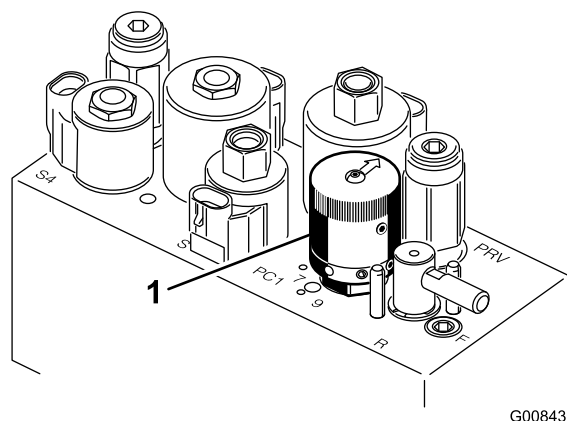

Рисунок 29
4. Для настройки частоты вращения барабана поворачивайте головку (Рисунок 29), пока стрелки указателя не совместятся с числом, обозначающим требуемую настройку.